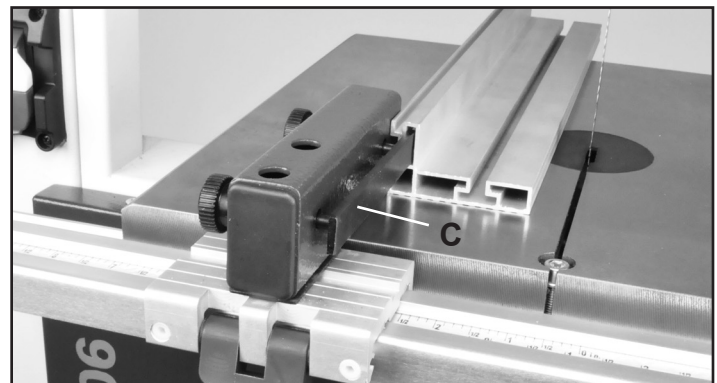

FIGURE 32
2. Faites glisser la butée vers l'avant pour l'enlever de la barre de verrouillage du châssis de porte-guide (#105, FIG. 32, C).
2. Faites glisser la butée vers l'avant pour l'enlever de la barre de verrouillage du châssis de porte-guide (#105, FIG. 32, C). Déplacez le porte-guide situé sur le rail avant vers le côté droit de la table et de la lame.